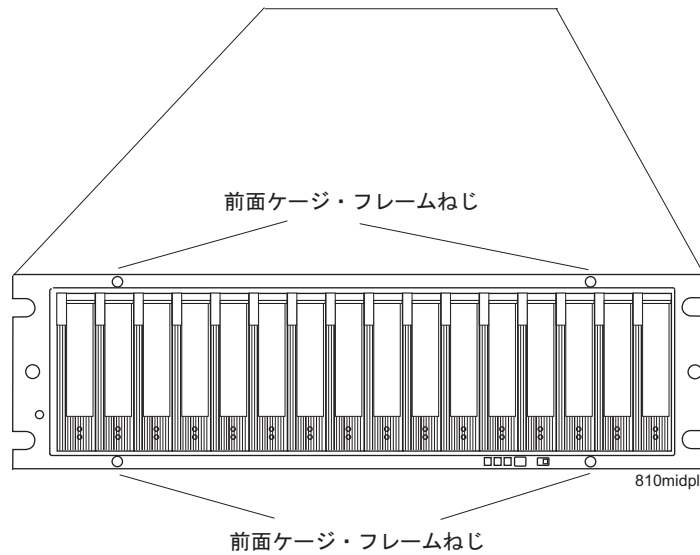

図 39. 前面ケージ・フレームねじ位置
10. Phillips #1 ドライバーを使用して、106 ページの図 39 に示すように、ミッドプレーンの前面ケージ・フレームの 4 個のねじを緩めます。
17. 前面ケージ・フレームの 4 個のねじを締めます。106 ページの図 39 を参照してください。